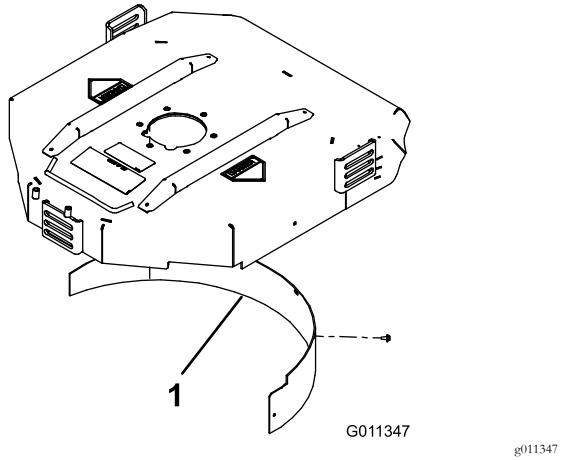

Figura 10
2. Instale o abafador de mulch na abertura traseira e fixe-o com 5 parafusos com cabeça flangeada (Figura 10).